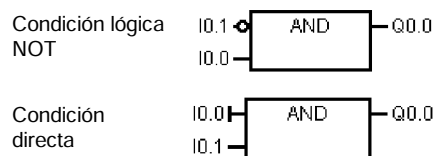

Figura 5-5 Convenciones FUP
- ☐ Símbolo de negación: La condición lógica NOT (la condición invertida) del operando o la corriente se representa mediante un círculo pequeño en la entrada. En la figura 5-5, Q0.0 es igual al NOT de I0.0 AND I0.1. Los símbolos de negación sólo son aplicables a las señales booleanas, que se pueden especificar en forma de parámetros o circulación de corriente.
- ☐ Indicadores directos: Como muestra la figura 5-5, el editor FUP visualiza una condición directa de un operando booleano mediante una línea vertical en la entrada de una operación FUP. El indicador directo causa una lectura directa de la entrada física indicada. Los indicadores directos sólo son aplicables a las entradas físicas.